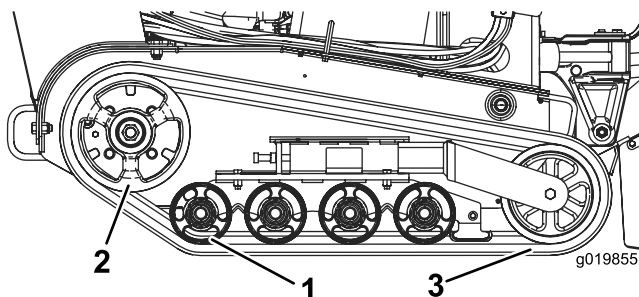

Figura 44
Importante: Assicuratevi di pulire a fondo le ruote e la ruota conduttrice (Figura 44).
8. Avvolgete il nuovo cingolo iniziando dalla ruota conduttrice e controllando che i denti all'interno del cingolo si posizionino tra i distanziali della ruota stessa (Figura 44).
9. Spingete il cingolo sotto le ruote non motrici (Figura 44).